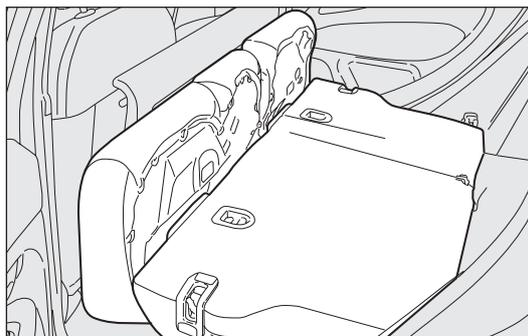

fig. 95
Aggrandissement total fig. 95
- soulever les poignées A et B-fig. 95 pour déverrouiller les dossiers et les accompagner sur le coussin.
Repositionnement du siège arrière fig. 95